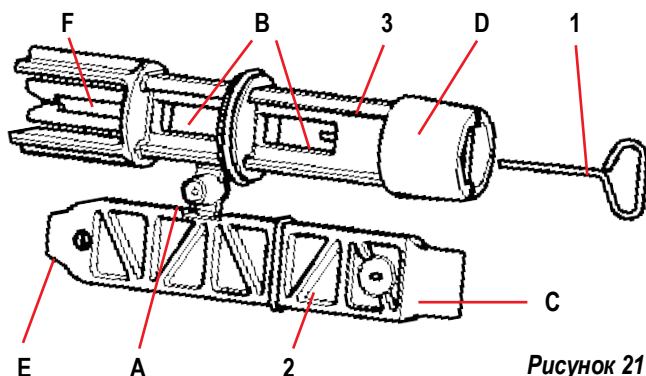

Рисунок 21
1. металлический ключ с шестигранным сечением (Рис.21 – 1);
2. пластиковый плоский ключ (Рис.21 – 2);
3. пластиковый цилиндрический ключ (Рис.21 – 3);
Ключ "1" вставляется в конец "D" ключа "3". При первом использовании нужно разделить 2 пластиковых ключа "2" и "3", которые поставляются соединенными перемычкой (Рис.21 – A):